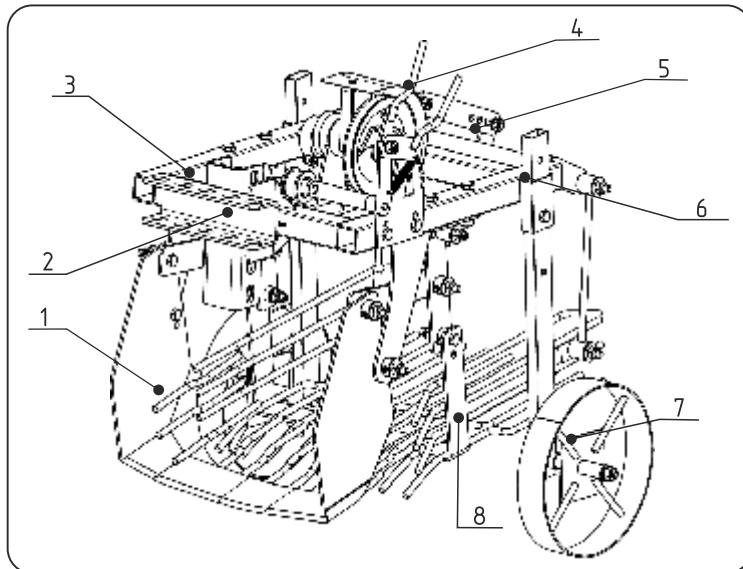

Рис.1 Общий вид (02.01.01, 02.01.03)
- Установите стойки в сборе с колесами 6 (рис.1), зафиксируйте их болтами M10x40.